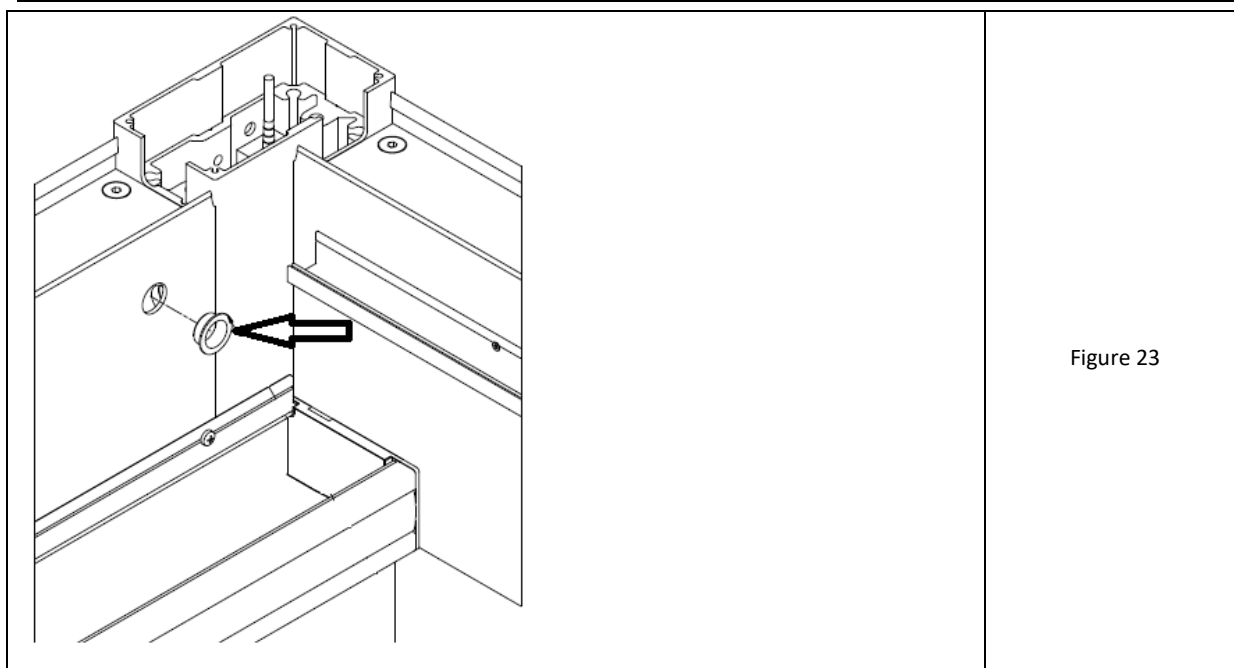

Figure 23
20. Dans les trous extérieurs aux deux extrémités des barres longitudinales, les bagues collectrices en plastique doivent être enfoncées au marteau dans la paroi latérale. (Fig. 23).